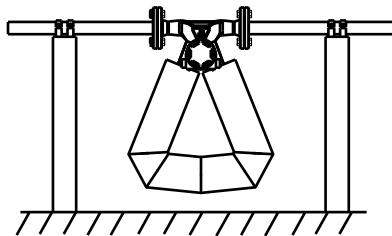

图 2.2
①当质量流量计测量液体时, 建议壳体向下安装, 如图 2.2 所示, 防止气体聚集在传感器振管内。